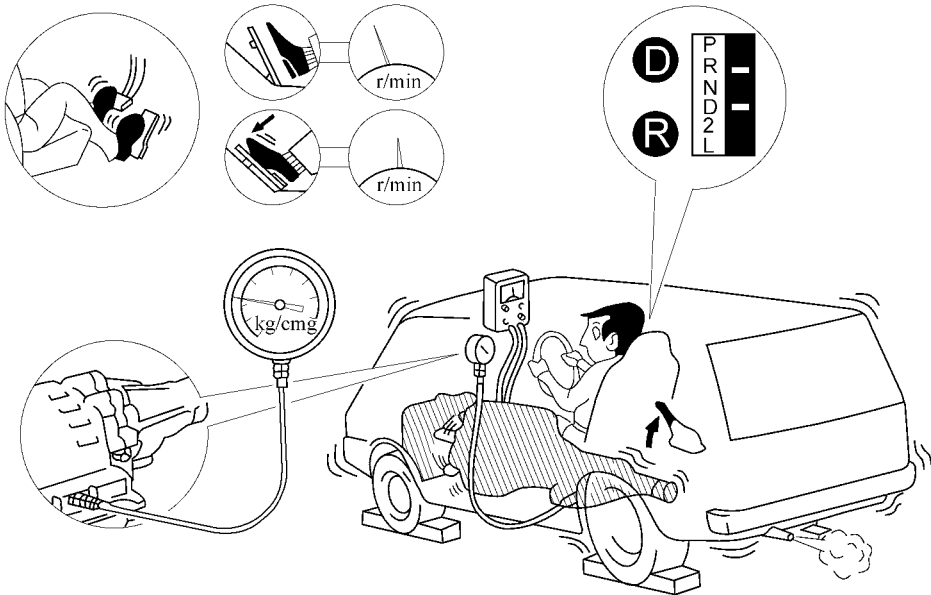

图 11-24 测量工作压力的方法
(2) 测量工作压力的方法：按图 11-24 所示进行下列操作。